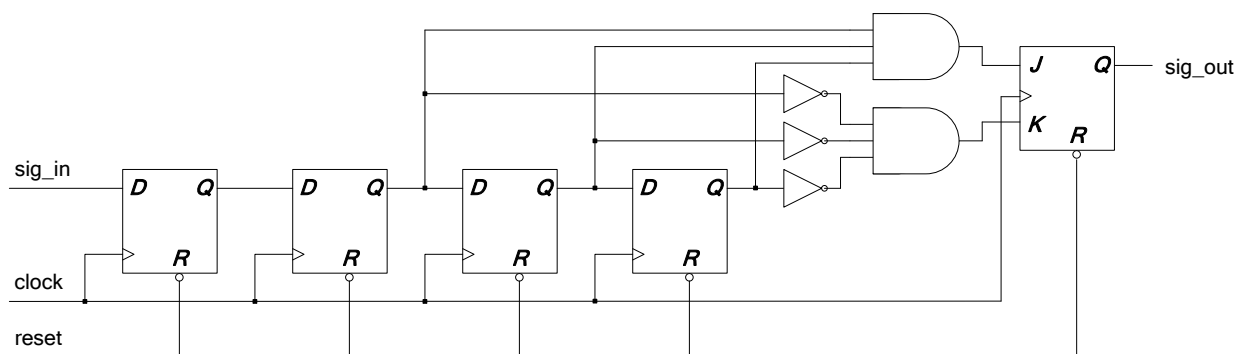

图 5、习题 10 电路原理图
**2.10**、设计一个 Verilog 模块，描述如图 5 所示的电路原理图表示的电路。并设计一个测试平台，对电路进行仿真。要求：使用单一模块设计。